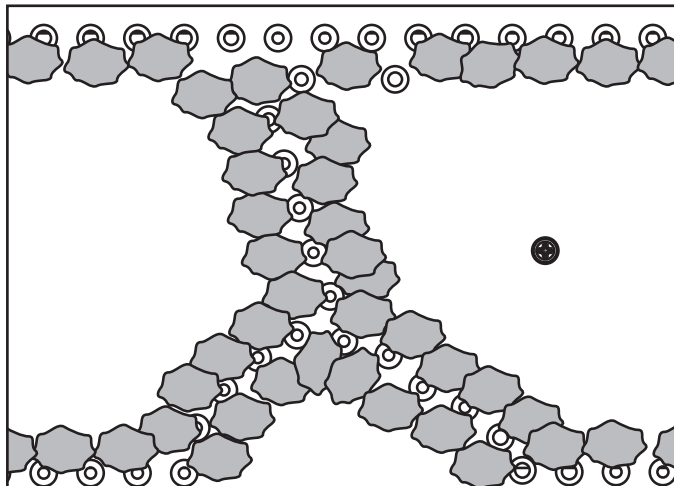

Figure 11.4 – Braises recouvrant partiellement les orifices du brûleur (propane seulement).
- **Propane seulement** : Placez les morceaux de Glowing Embers® de la taille d'une pièce de cinq centimes de façon à ce qu'ils recouvrent partiellement les orifices du brûleur (voir figure 11.4). Le recouvrement partiel par les braises permettra d'obtenir un bon contact avec les flammes.